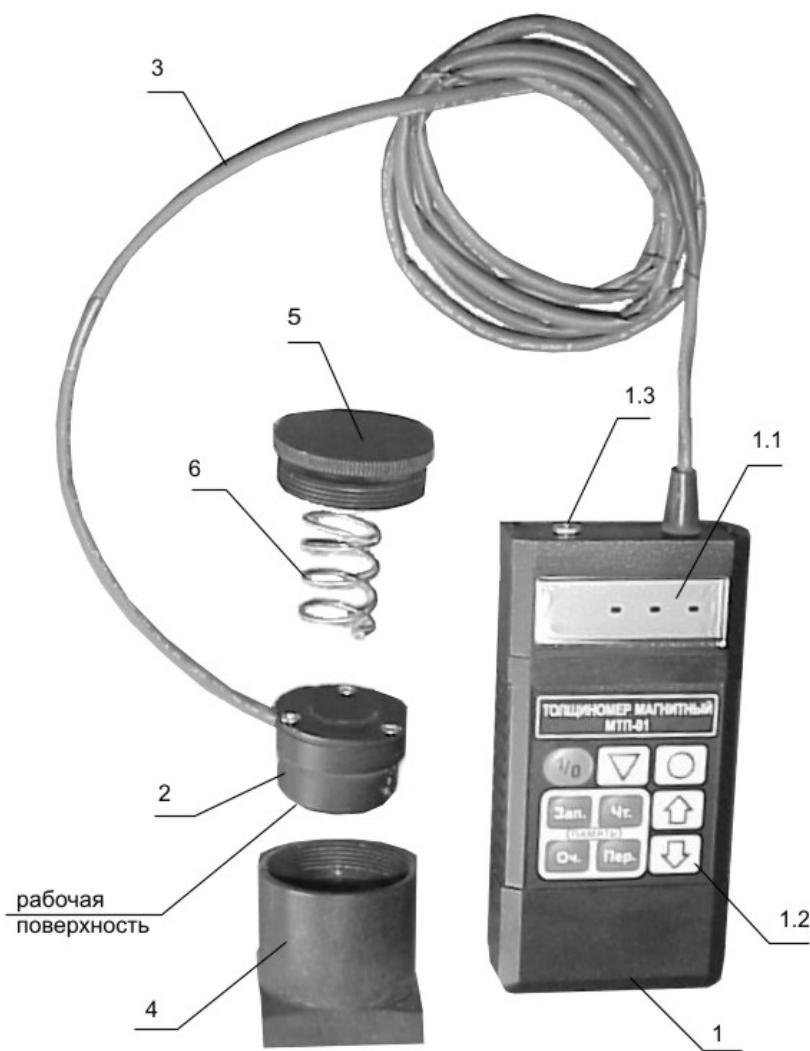

Рис. 1.2 Общий вид толщинометра магнитного МТП-01
1.3.3 Внешний вид толщинометра показан на рис. 1.2. Толщинометр состоит из электронного блока 1 и измерительного преобразователя 2, соединенных гибким кабелем 3. Подсоединение кабеля 3 к электронному блоку может быть как фиксированным, так и с помощью разъема.
2.1.3 Если в дальнейшем во время работы возникнет необходимость проведения измерений на криволинейной поверхности, то желательно установить призму на измерительный преобразователь. Для ее установки необходимо (см. рис. 1.2):